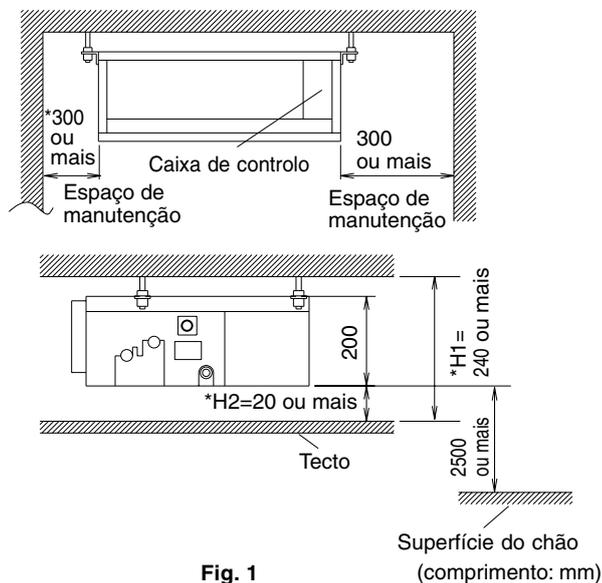

Fig. 1
(1) Selecionar um local de instalação onde forem preenchidas as seguintes condições e vão ao encontro da aprovação do seu cliente.
- Onde haja espaço suficiente para manutenções e serviços em geral. **(Consulte a Fig. 1)**